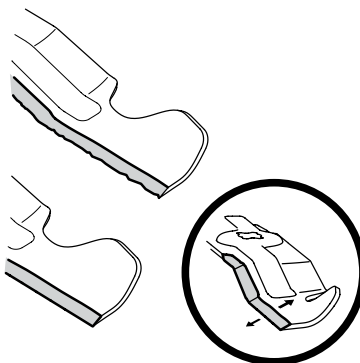

Figura 4-18
4. Para afilar las cuchillas de corte de forma adecuada, extraiga cantidades iguales de metal de ambos extremos de las cuchillas a lo largo de los bordes cortantes, paralelo al borde de caída y a un ángulo de 25° a 30°. Afíle siempre cada borde de las cuchillas de corte de forma pareja para mantener un equilibrio adecuado entre las mismas. Consulte la Figura 4-18.